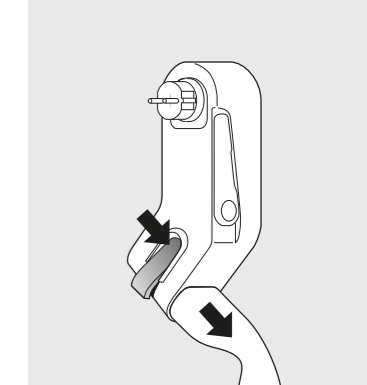

Fig. 3: Oplåsning af en type 2-stikkontakt
- Tag mobilitetsdocken (A) ud af stikkontakten
- Lås (D) vægstøtten (E) op, og sæt den tilbage i dens oprindelige position
- Hvis nødvendigt, skal du låse ladestikket op med det orange håndtag (B) og trække det ud (se fig. 3)